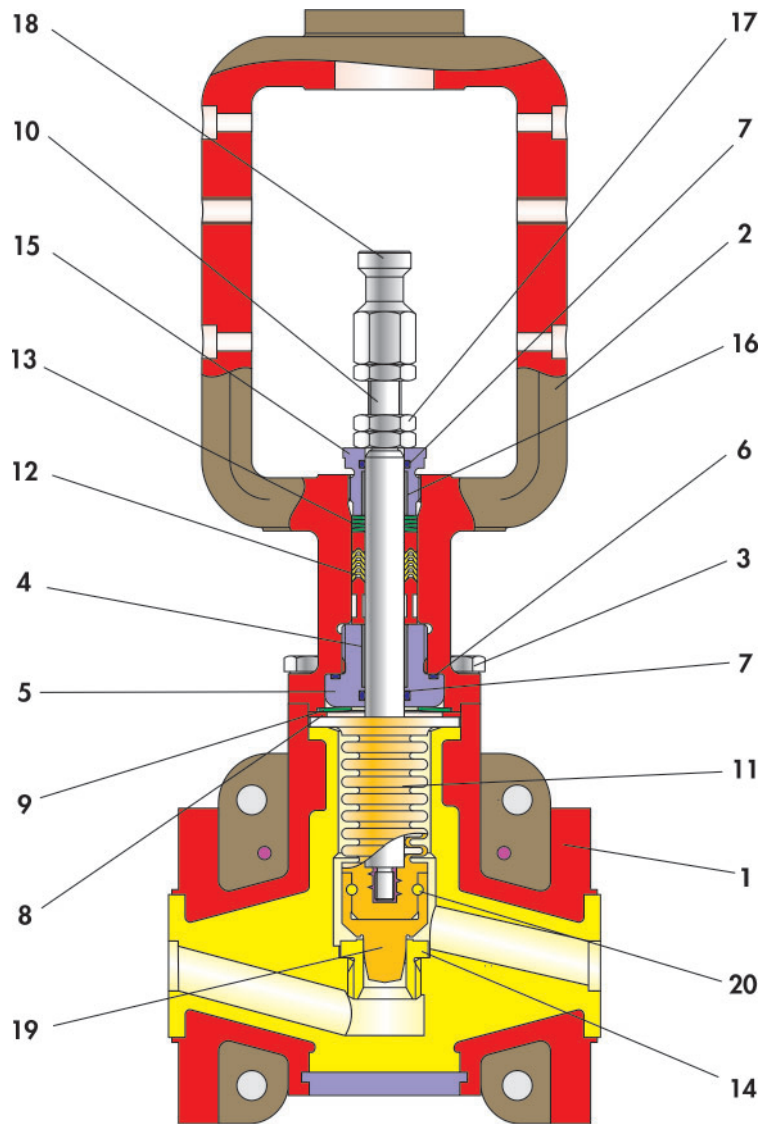

Bild 3-1: Schnitt durch ein Ventil ab Baujahr 2015
Die Stellung des Kegels bestimmt dabei den Durchflussquerschnitt zwischen dem Kegel (19) und Sitz (14), vgl. Bild 3-1 und Bild 3-2.
- ⇒ Deckelflansch (2) an der Laterne in einen Schraubstock spannen, so dass die Flanschöffnung nach oben gerichtet ist.
- ⇒ Tellerfedersatz (13) in die dafür vorgesehene Bohrung einlegen. Anordnung der Tellerfedern ist der Zeichnung Bild 3-1 zu entnehmen.
- ⇒ Nacheinander Schlussring, V-Ringe der Dachmanschettenpackung (12) und Distanzrolle einlegen. Anordnung der Dachmanschettenpackung ist der Zeichnung Bild 3-1 zu entnehmen.
- ⇒ Untere Lagerbuchse (4) in den oberen Teil der Gewindebuchse (5) drücken.
- ⇒ O-Ring (7) in die innere Nut und O-Ring (6) in die Kragennut der Gewindebuchse (5) einlegen.
- ⇒ Gewindebuchse (5) am Gewinde einfetten.
- ⇒ Gewindebuchse bis zum Anschlag in Deckelflansch (2) einschrauben.
- ⇒ Tellerfeder (9) und Druckscheibe (8) in den Deckelflansch (2) einlegen. Anordnung der Bauteile ist der Zeichnung Bild 3-1 zu entnehmen.
- ⇒ Vormontierte Spindeleinheit (vgl. Kapitel 3.5.1.2) in Deckelflansch (2) einsetzen.
- ⇒ Flansch des Faltenbalges (11) in Eindrehung des Deckelflansches (2) drücken.